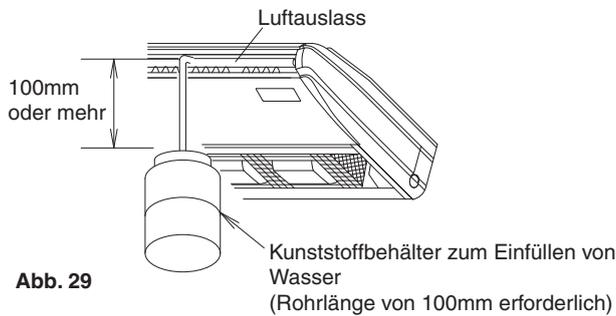

Abb. 29
**(2) Nach dem Verlegen der Rohrleitungen prüfen, ob das Abfließen reibungslos erfolgt.**
- Zur Überprüfung des problemlosen Ablaufs nach und nach etwa 0,6 Liter Wasser vom Luftauslass her in die Ablaufwanne gießen. (Siehe Abb. 29)